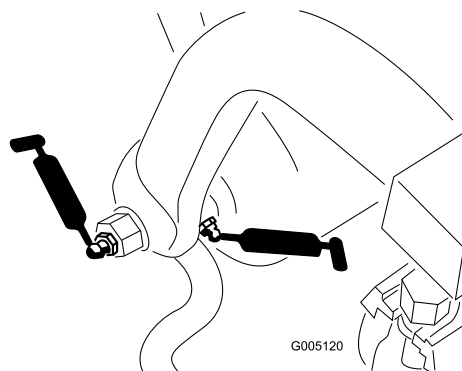

図 42
- ・ プル・フレームのシャフトとローラ：12 か所（図 42）